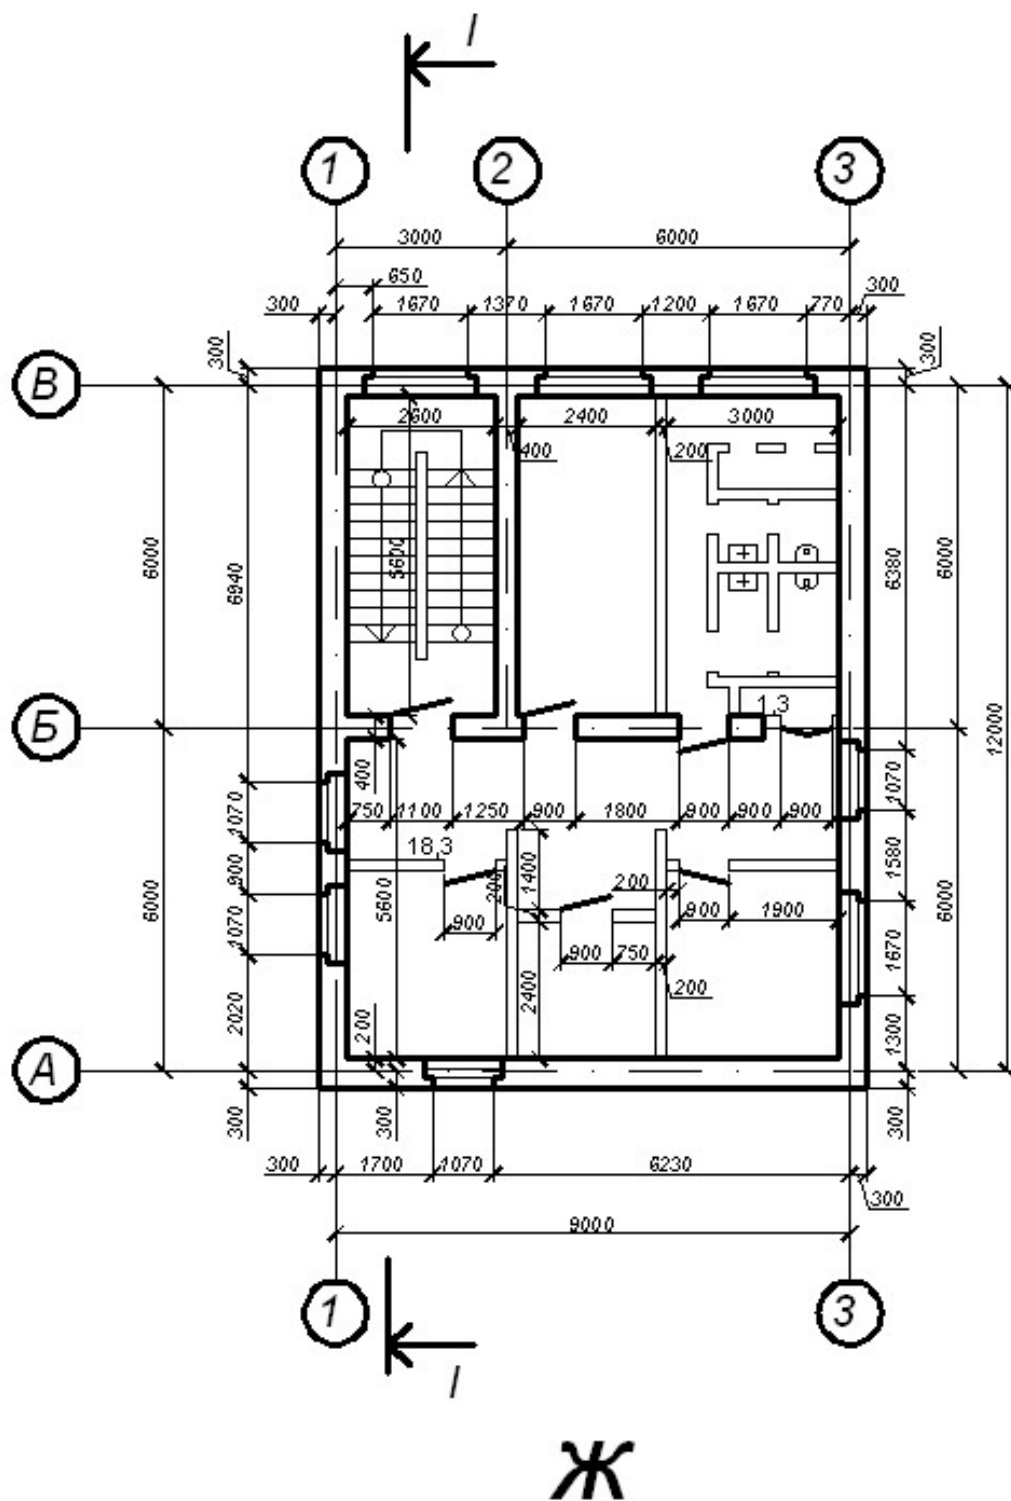

Рисунок 1 – Построение плана этажа
План рекомендуется выполнять в последовательности (рисунок 1):
1. Нанести координационные оси, сначала продольные, потом поперечные (рисунок 1а), штрихпунктирной линией с длинными штрихами толщиной от 0,3 до 0,4 мм. На планах разбивочные оси выводят за контур стен и маркируют. Для маркировки осей по большей стороне здания используют арабские цифры 1, 2, 3 и т. д., слева направо, а по меньшей стороне используют буквы русского алфавита А, Б, В и т. д., за исключением букв З, Й, О, Х, Ы, Ъ, Ь. Маркировку буквами ведут снизу вверх. Координационные (модульные) оси являются условными геометрическими линиями. Они служат для привязки здания к строительной координационной сетке и реперам генерального плана, а также для определения положения несущих конструкций (несущих стен и колонн).
2. Прочерчивают тонкими линиями контуры продольных и поперечных наружных и внутренних капитальных стен и колонн (рисунок 1б). В наружных несущих стенах координационная ось проходит от внутренней плоскости стен на расстоянии, равном половине номинальной толщины внутренней несущей стены (рисунок 1ж), кратном модулю или его половине. В кирпичных стенах это расстояние «а» принимают равным 100 мм или 200 мм. Допускается проводить разбивочные оси по внутренней плоскости навесных и самонесущих стен.
3. Вычерчивают контуры перегородок контурными линиями (рисунок 1в). Перегородки не представляют одно целое с несущими стенами. Контуры перегородок имеют меньшую толщину, чем несущие стены.
4. Выполняют разбивку оконных и дверных проемов (рисунок 1г) и обводят контуры капитальных стен и перегородок линиями соответствующей толщины.
5. Вычерчивают условные обозначения лестниц, санитарно-технического и прочего оборудования в масштабе плана, а также указывают направление открытия дверей (рисунок 1д).
6. Наносят выносные, размерные линии и маркировочные кружки (рисунок 1е).
7. Проставляют необходимые размеры, марки осей и других элементов (рисунок 1ж). В габаритах плана указывают размеры помещений, толщины стен, перегородок, привязку их к разбивочным (координационным) осям. Наносят размеры проемов во внутренних стенах, в кирпичных перегородках. Размеры дверных проемов в перегородках на плане можно не показывать. За габаритом плана (внешним контуром стен) в первой цепочке наносят размеры, указывающие ширину оконных и дверных проемов, простенков и выступающих частей здания с привязкой их к координационным осям. Вторая цепочка включает в себя размеры между осями капитальных стен и колонн. В третьей цепочке записывают размеры между координационными осями крайних наружных стен. Обычно размеры проставляются со всех четырех сторон плана.
8. Выполняют необходимые надписи (рисунок 1ж).